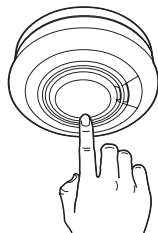

Figure 7
7. Appuyez sur le bouton Test de chaque détecteur pour vous assurer qu'ils fonctionnent (voir figure 7).
- Exercez une pression prolongée sur le bouton Test jusqu'à ce que le l'alarme retentisse et que le voyant rouge clignote (voir Figure 7). Le détecteur arrêtera de sonner juste après avoir relâché le bouton.